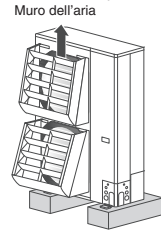

Fig. 2-6
- l'uscita dello scarico dell'aria è di fronte a un marciapiede e l'aria calda scaricata disturba i passanti. Consultare Fig. 2-6.